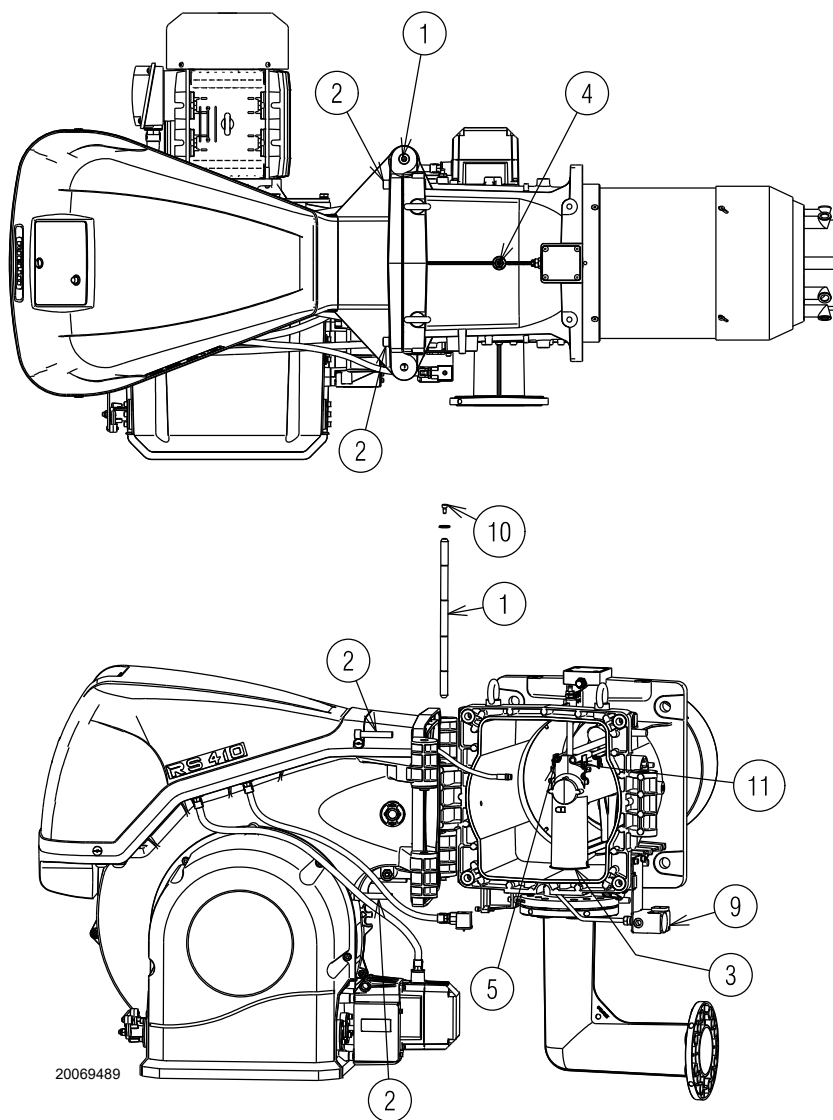

Fig. 16
I bruciatore esce dalla fabbrica predisposto per l'apertura verso sinistra, mantenendo quindi il perno 1)(Fig. 16) in sede.
- A scollegare la spina/presa 9)(Fig. 16) del pressostato gas di massima;
- D aprire il bruciatore completamente come in Fig. 16;
Per l'apertura del bruciatore dal lato opposto, prima di togliere il perno 1)(Fig. 16), verificare che le 4 viti 2) siano serrate.
- H scollegare la presa 9)(Fig. 16) del pressostato gas di massima, poi procedere come sopra descritto al punto C).